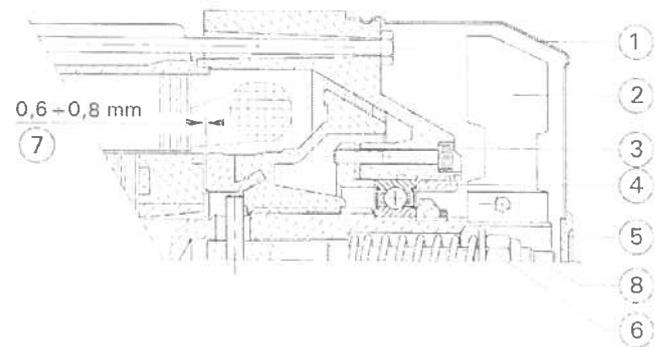

Fig.7
**8.2 EINSTELLUNG DER MOTORBREMSE (Abb.7)**